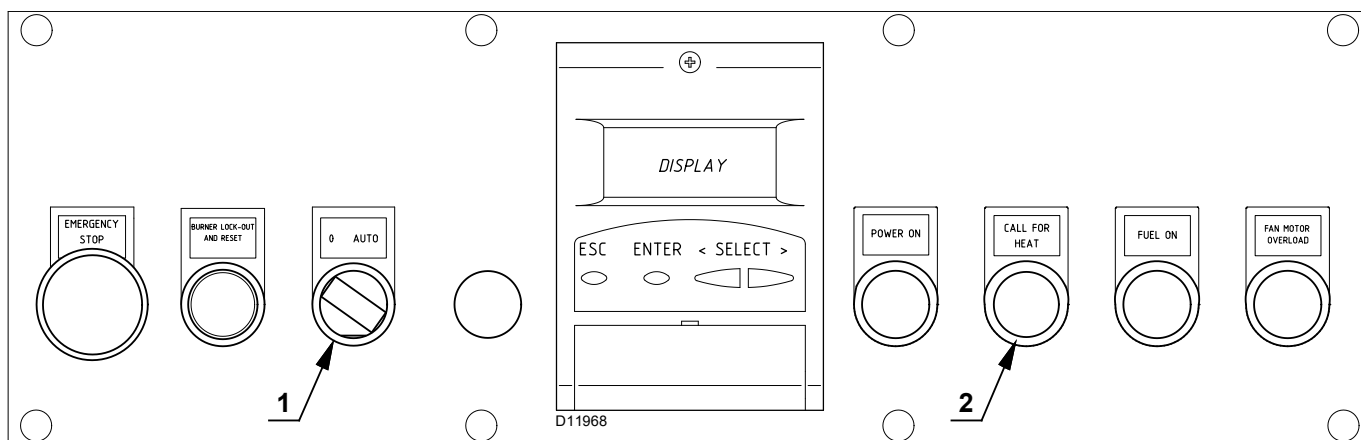

Fig. 27
Chiudere i telecomandi e mettere il selettore 1)(Fig. 27) in posizione "AUTO".
Alla chiusura del termostato limite (TL), si deve accendere la segnalazione di richiesta calore "CALL FOR HEAT" 2)(Fig. 27) ed il bruciatore inizia il ciclo di avviamento.